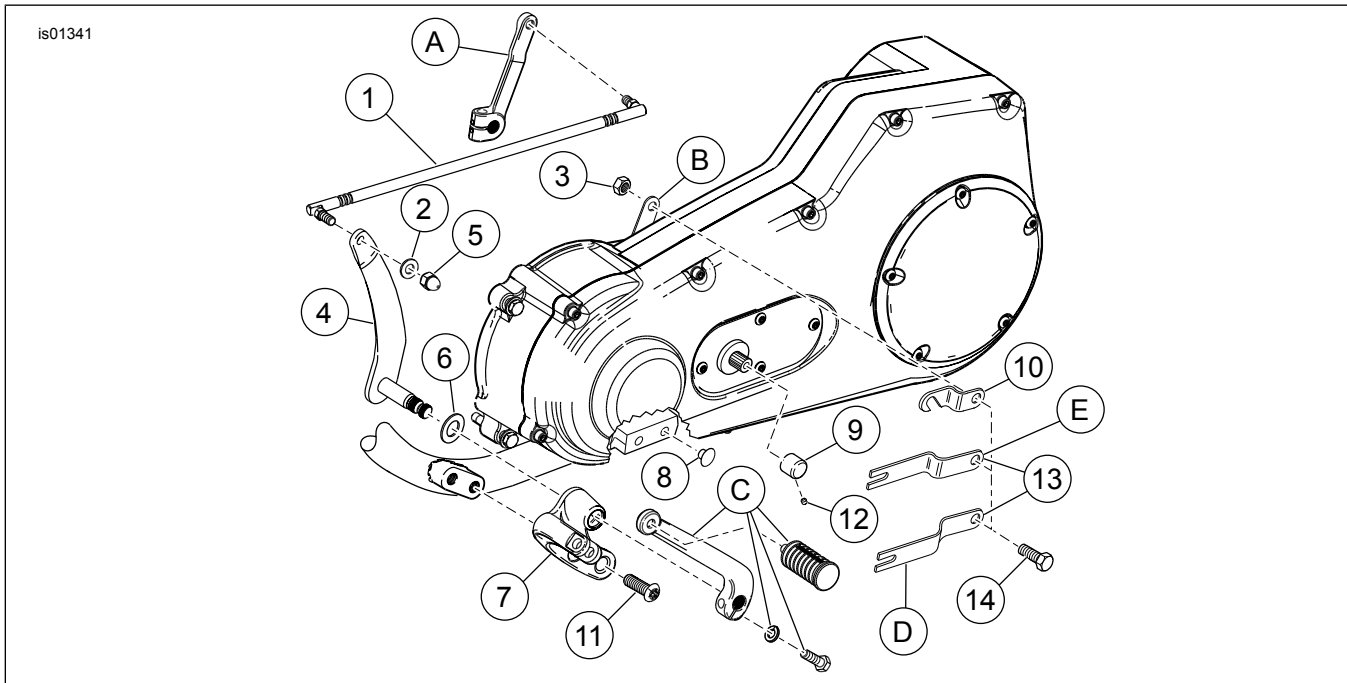
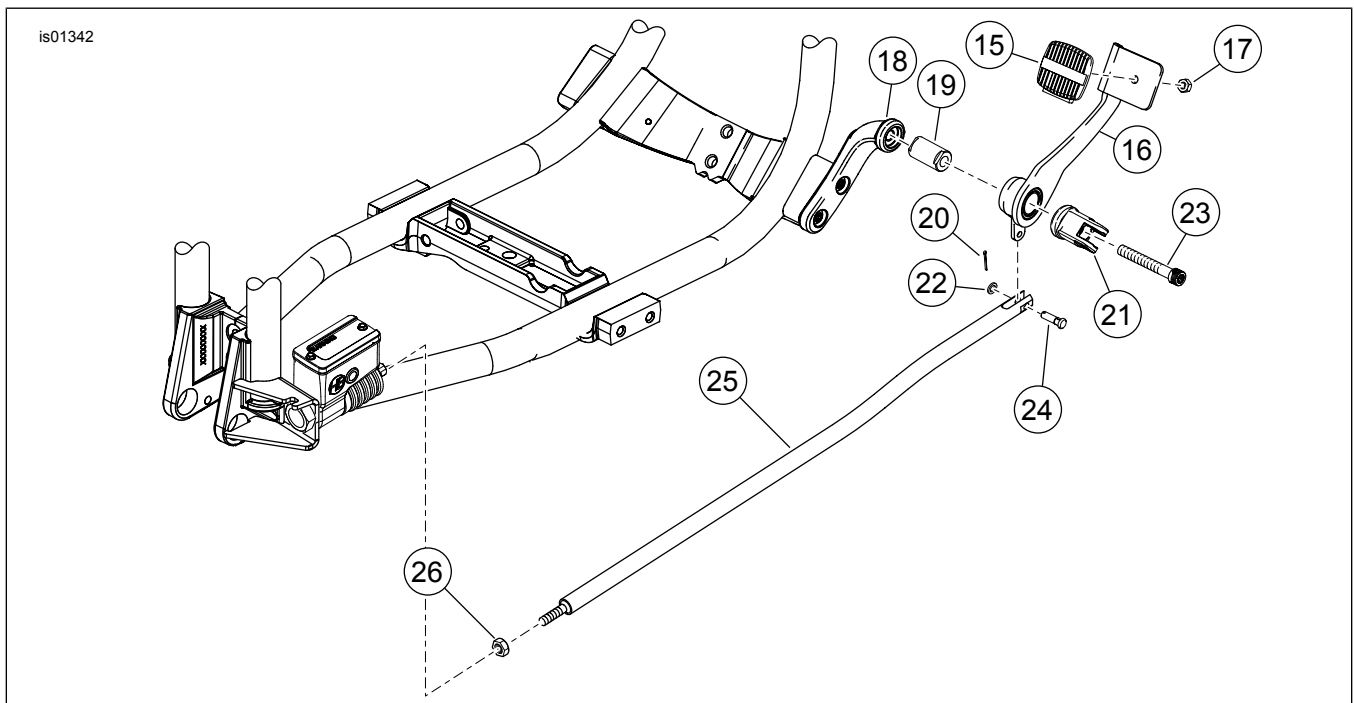

Figura 1. Peças de reposição para os controles de pedal na posição de avanço FXD (peças laterais do câmbio)
Figura 2. Peças de reposição para os controles de pedal na posição de avanço FXD (peças laterais do freio)
Veja a Figura 1 e a Figura 2. Os suportes de montagem e as forquilha (7, 18 e 21) também podem ser adquiridos separadamente para atualizar o FXDWG padrão para este kit cromado.
1. Veja a Figura 1. Remova o conjunto do pedal de apoio do motociclista do lado esquerdo. Guarde o pedal de apoio e os prendedores para a instalação. Descarte a ferragem restante.
2. Empurre os tampões dos furos (8) nos furos dos parafusos no quadro onde o conjunto do pedal de apoio original estava montado.
1. Veja a Figura 2. Remova o pedal de apoio do motociclista do lado direito. Guarde o pedal de apoio e os prendedores para a instalação.
2. Solte a contraporca (26) da haste do freio no cilindro-mestre do freio traseiro.